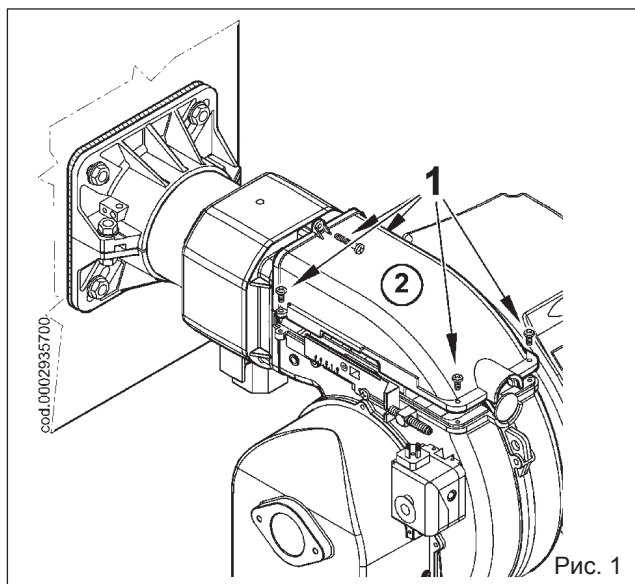

Рис. 1
- 1) Открутите винты (1) и снимите крышку (2), смотрите рисунок 1.
- 1) Выполните инструкции, данные в параграфе "Техобслуживание", выньте узел смещения и снимите винт (1), соединяющий шток продвижения (2) узла с газоподающей трубой (3).
- 3) Снимите винт (5), соединяющий газовый смеситель (6) с трубой (рис. 1).
- 2) Поверните на 180° коленчатый фитинг (4) и смеситель (6) так, чтобы вход газа был обращен вверх (рис. 1). Снова закрепите смеситель и шток продвижения узла к газоподающей трубе.
- 3) Теперь снимите 4 гайки (7), показанные на рисунке 2, освободите огневую трубу (8) от соответствующих шпилек и установите ее обращенной вверх резьбовым